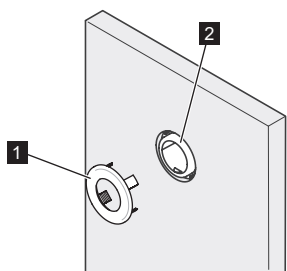

Fig. 11: Colocación del clip decorativo
- Coloque el clip decorativo (Fig. 11/1) en el juego de pletina (Fig. 11/2).